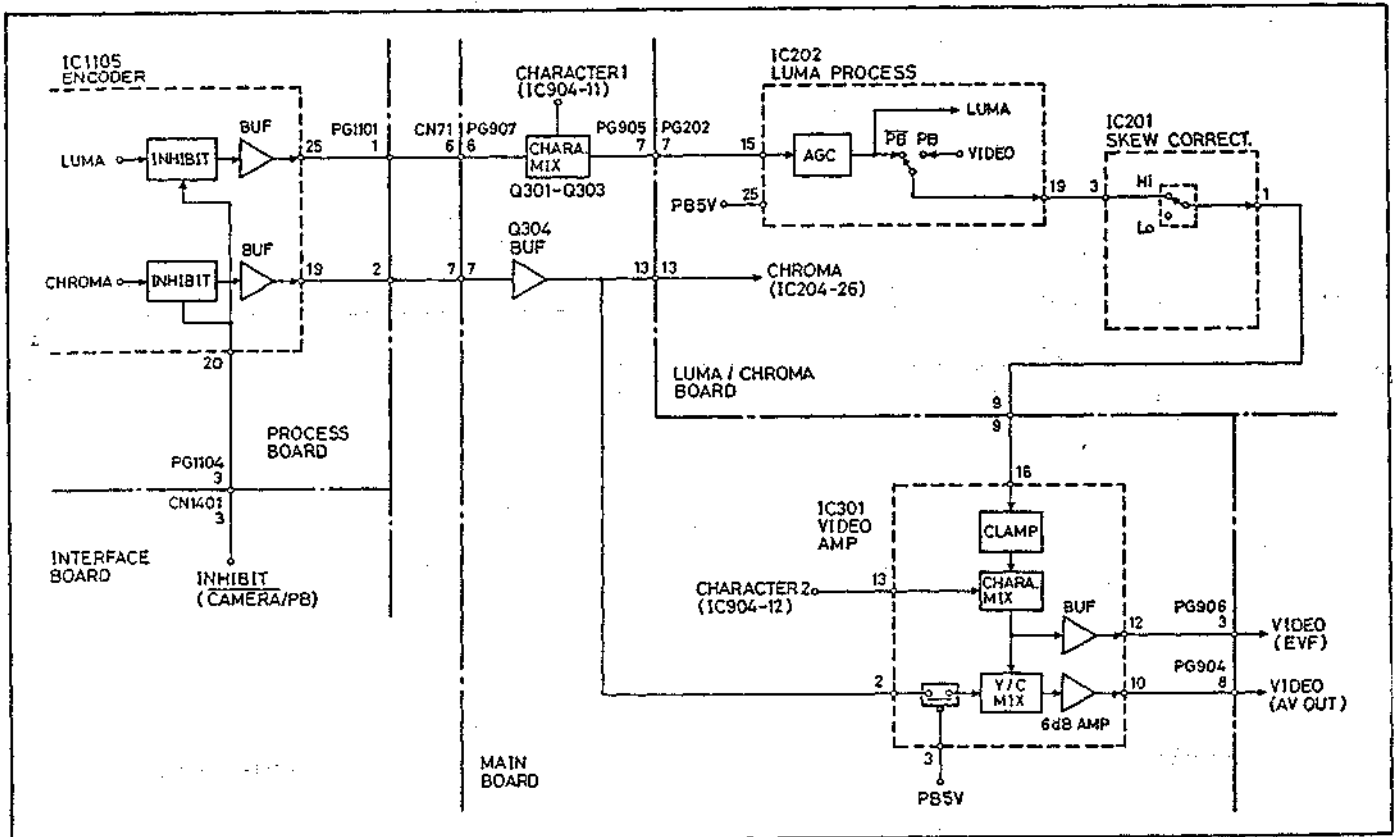

Abb. 5-1 Videosignal-Ein-Ausgangs-Schaltkreis
1. Videosignal-Ein-Ausgangs-Schaltkreis (Abb. 5-1)